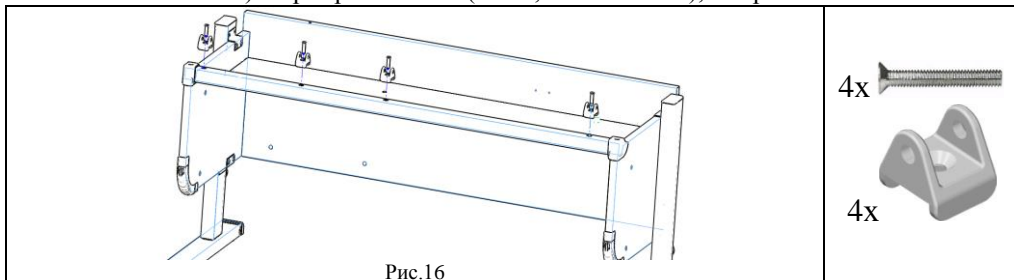

Рис.16
5.1.13. К сборке по п. 5.1.12. прикрутить с помощью винтов с потайголовкой (поз.9, пакет № 107) шарниры нижние (поз.8, пакет № 107), см. рис. 16.